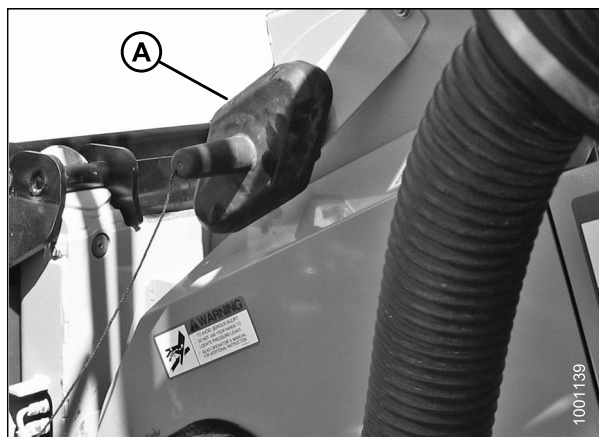

Рисунок 3.131: Крышка ответной части
9. Выверните круглую ручку (A) на муфте комбайна (B), чтобы освободить муфту из ответной части.
10. Очистите муфту (B) и приемник.
11. Установите муфту комбайна (B) в гнездо (C) копирующего модуля. Закрепите муфту, повернув ручку (A).
12. **Если установлены элементы управления для кабины MacDon:** Извлеките разъем C81A (D), входящий в комплект элементов управления для кабины, из места для хранения на комбайне и подсоедините его к разъему C81B (E) на копирующем модуле. Поверните рукав на разъеме, чтобы зафиксировать его.
13. Установите крышку (A) гнезда копирующего модуля на приемник комбайна, как показано на рис. 3.131, страница 108.